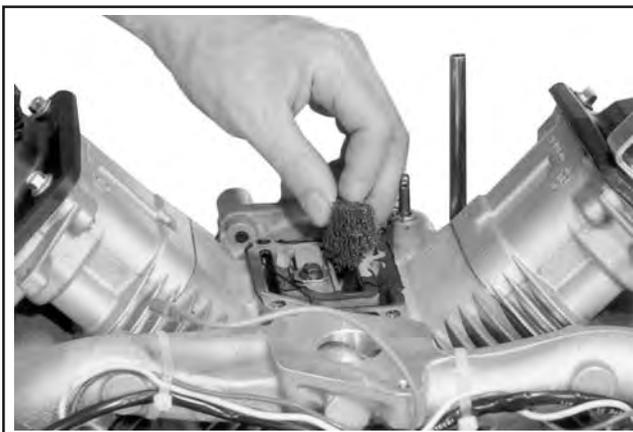

Abbildung 9-43. Abnahme des Entlüfterfilters.
6. Den Entlüfterfilter von der Kammer abnehmen. Siehe Abbildung 9-43.